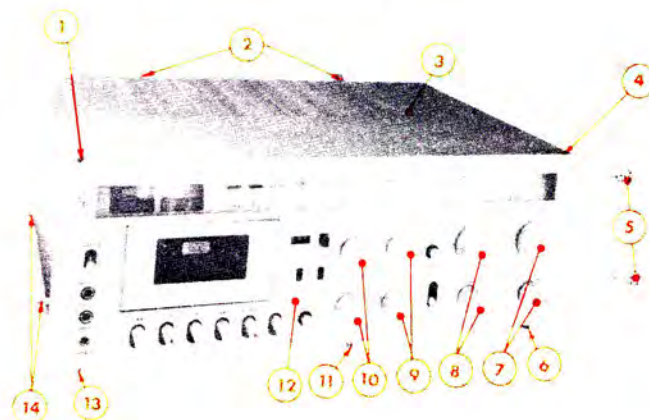
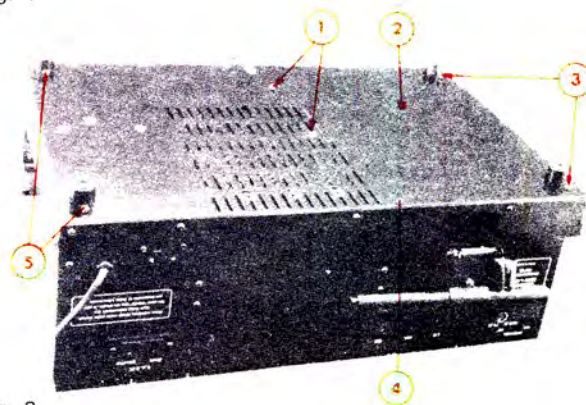

Fig. 1
Fig. 2
A. DÉPOSE DU COFFRET SUPÉRIEUR (Fig. 1)
- 1° - Dévisser les vis (1), (2), (4), (5) et (14).
- 2° - Déposer le coffret supérieur (3).
B. DÉPOSE DE LA FAÇADE (Fig. 1)
- 2° - Tirer les boutons de commande (7), (8), (9) et (10).
- 3° - Dévisser les vis (6), (11) et (13).
- 4° - Déposer la façade (12).
C. DÉPOSE DE LA PLAQUE INFÉRIEURE (Fig. 2)
- 1° - Dévisser les vis (1), (3), (4) et (5).
- 2° - Déposer la plaque inférieure (2).